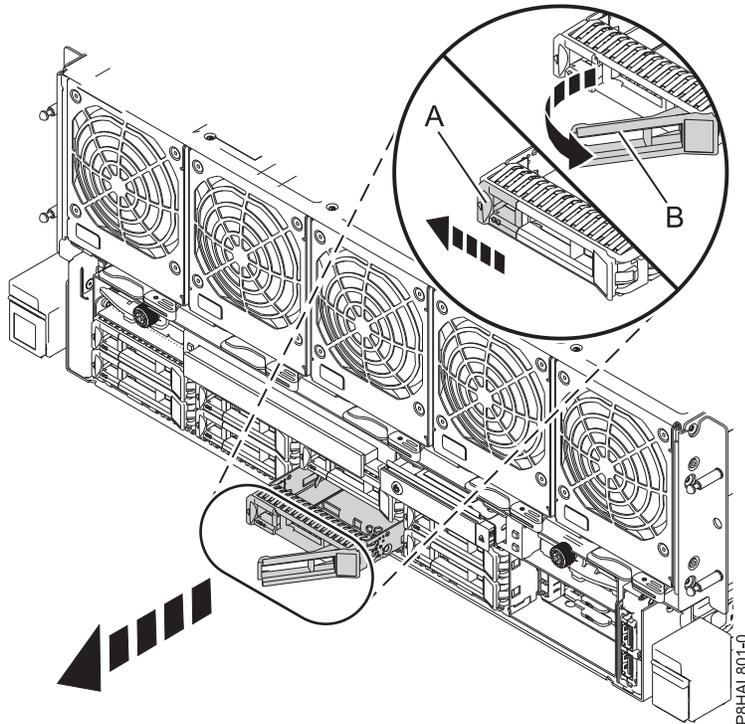

Figura 32. Extracción de una unidad de disco del sistema 8408-44E o 8408-E8E
3. Cuando el LED de identificación parpadee, desbloquee el asa de la bahía de unidad (**B**) presionando el pestillo del asa (**A**) y tirando de él hacia usted, como se muestra en la Figura 32 en la página 45. Si el asa no está extendida del todo, la unidad de estado sólido no se puede deslizar hacia fuera del sistema.